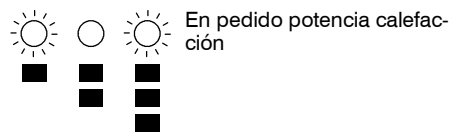

fig. 9.11
- 6 Volver a presionar el pulsador de restablecimiento caldera durante, aproximadamente, 5 segundos; la lámpara de bloqueo se apaga, mientras que los indicadores luminosos de señalación centellean en modalidad pedido potencia calefacción en fig. 9.11